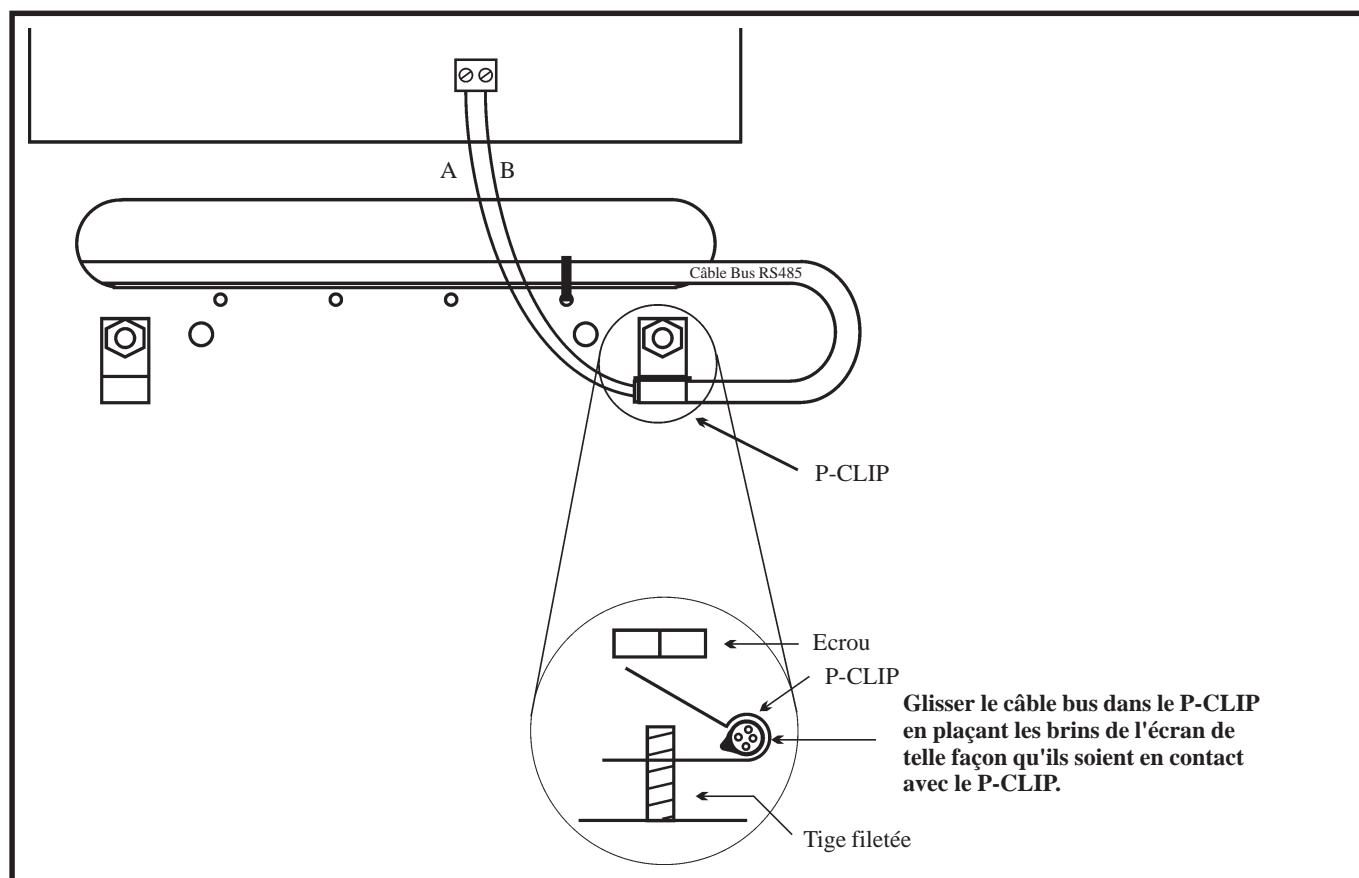

Figure 2-11. Utilisation de l'adaptateur P-CLIP.
5. L'écran du câble doit être raccordé au châssis de la centrale en utilisant les colonnettes filetées comme point de fixation (à proximité des fenêtres de passage de câble) et les adaptateurs « **P-clip** », conformément à la figure 2-11 de la page suivante.
6. Le bus RS-485 (AB) doit disposer d'une résistance de fin de ligne de 680Ω aux bornes A et B du dernier module d'extension.